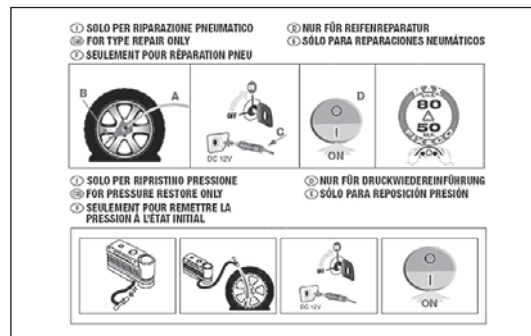

fig. 157
- pieghevole informativo (vedere fig. 157), utilizzato per un pronto uso corretto del kit di riparazione rapida e successivamente consegnato al personale che dovrà maneggiare il pneumatico trattato;